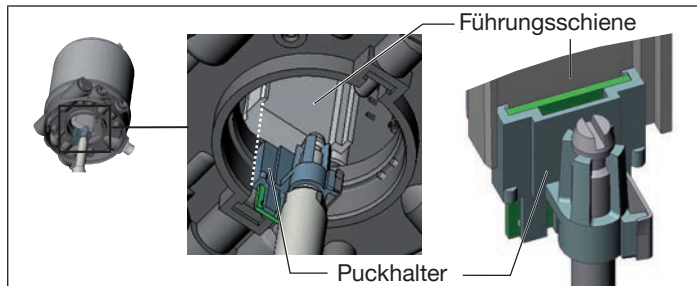

Bild 6: Ausrichten des Puckhalters
2. die Stutzen der Ansteuerung in die Steuerluftanschlüsse des Antriebs (siehe „Bild 6“) hineinfinden.